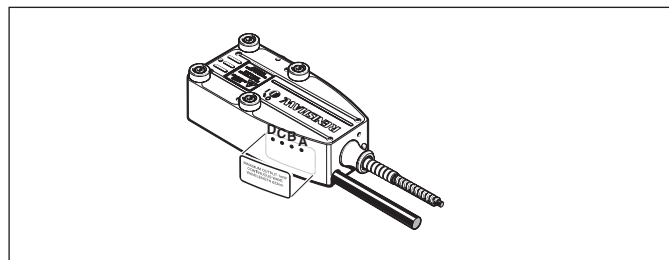

図72 — RLD検出ヘッドへの電位差計の配置
- 信号強度が1 V未満であれば、検出ヘッド側面にある2台の電位差計で調整することが可能です。ゲインを調整するには、図72と73に示したAとBの穴を使用します。電位差計はデリケートな電子部品であるため、調整には十分注意してください。